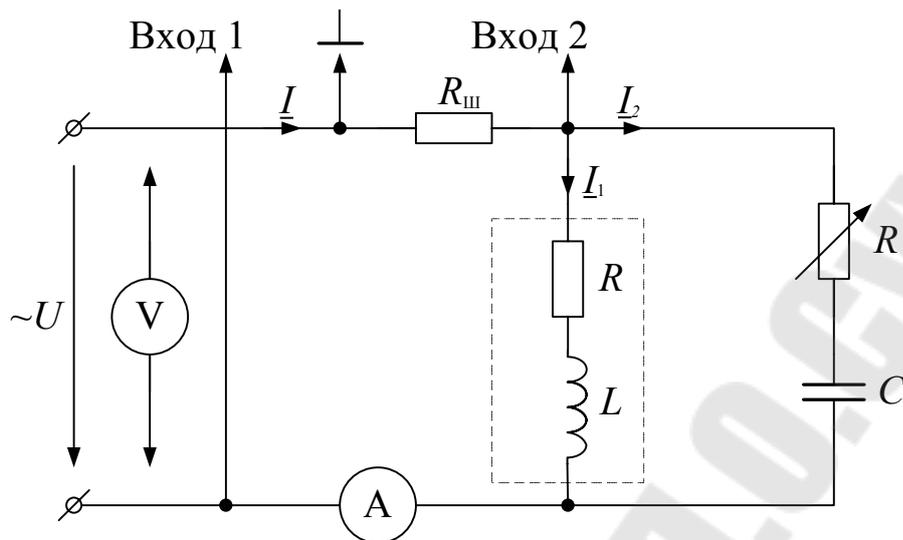

Рис. 5.4
3. Собрать цепь по схеме рис. 5.4. Произвести измерения, заполнив таблицу 5.1, и построить осциллограммы входного напряжения и тока цепи при  $f = 0.5 f_{\text{рез}}$ ,  $f = f_{\text{рез}}$  и при  $f = 1.5 f_{\text{рез}}$ .